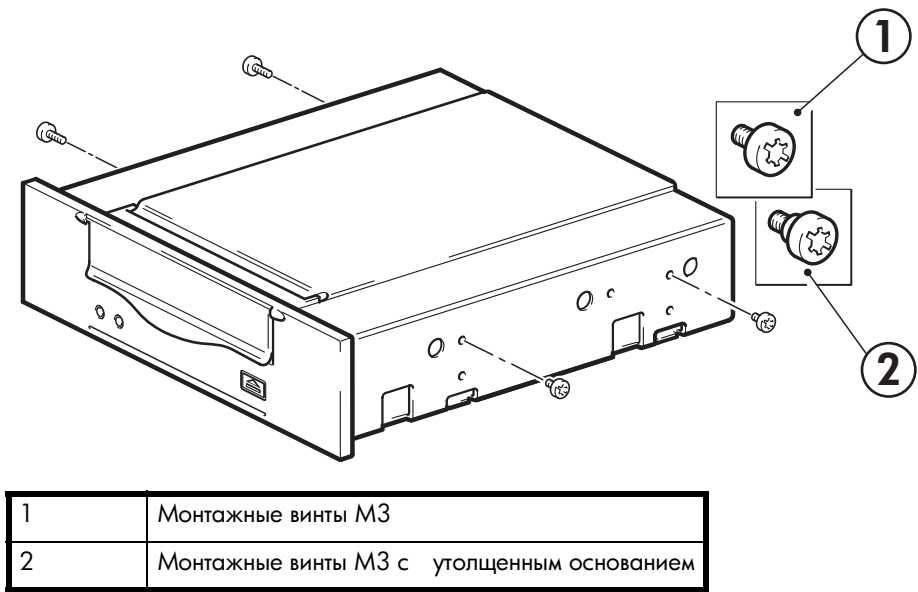

Рис. 5. Крепление монтажных винтов
- 1. Для закручивания винтов используйте ключ Torx. Возможно, потребуется дополнительно приобрести винты М3. Разместите винты, как показано на Рис. 5.